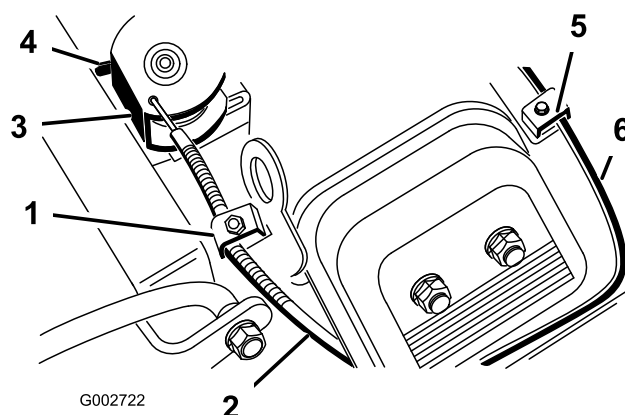

Figure 37
2. Desserrez la vis du collier qui raccorde le câble au moteur (Figure 37).
4. Tirez fermement sur le câble d'accélérateur jusqu'à ce que l'arrière du pivot atteigne la butée (Figure 37).
4. Tirez fermement sur le câble de starter (Figure 37), jusqu'à ce que le papillon soit complètement fermé, puis serrez la vis du collier de câble.